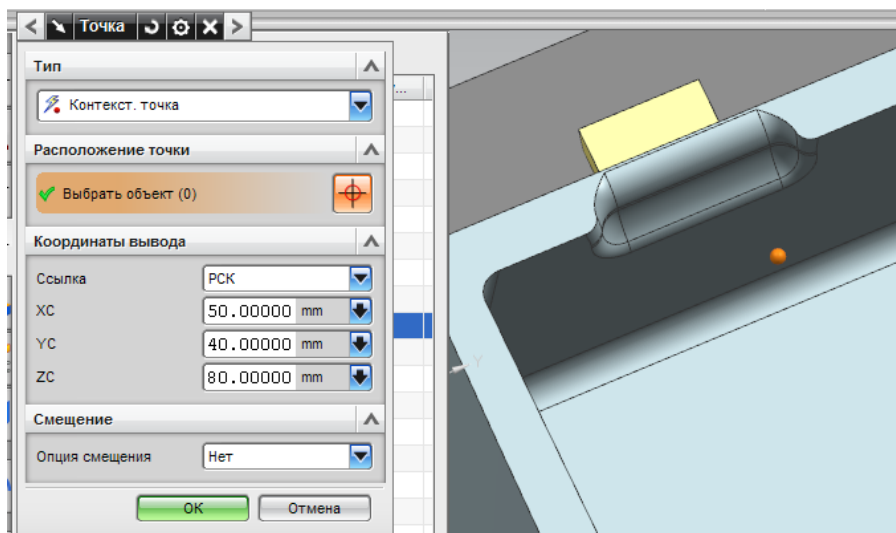

Рис. 2.70. Диалог задания точки
- нажмите **Задать точку**  и введите координаты точки, к которой будет направлена ось инструмента во время обработки (см. рис. 2.70). Расположите точку таким образом, чтобы обеспечить обработку кармана и избежать удара державки инструмента о заготовку;